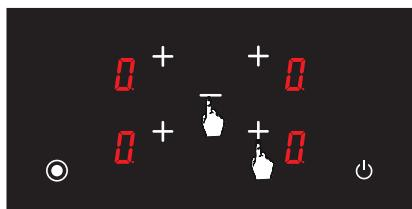

Рис. 26
3. Одночасно натисніть кнопку вибору передньої правої конфорки (**+**) і кнопку «мінус» (**-**) (див. рис. 26), після чого пролунає короткий попереджувальний сигнал. Потім зніміть пальці з панелі керування плитою.